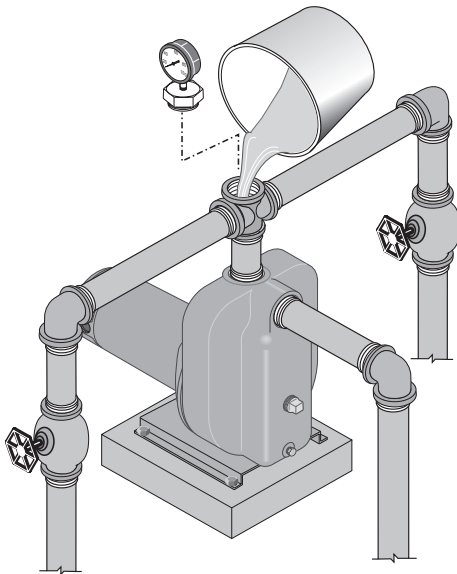

FIGURA 9 - QUITA EL TAPÓN DE CEBADO Y LLENA LA BOMBA ANTES DE COMENZAR
2. Quite el tapón de cebado. Llene la bomba y la tubería de succión con agua (figura 9). NUNCA ponga en funcionamiento la bomba en seco. Poner en funcionamiento la bomba sin agua daña las juntas y puede derretir el impulsor y difusor. Asegúrese de que la descarga (válvula, boquilla de manguera de agarre de pistola, etc.) esté abierta cuando la bomba esté en funcionamiento.